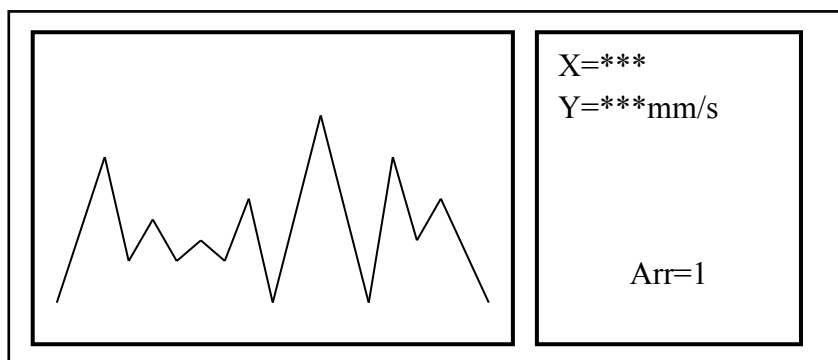

图 4-45
(3) 按执行键，屏幕显示本次采样的时域波形。图 4-45。
(1) 在信号分析菜单下，移动光标至<显示波形>，按|回车|键，屏幕显示已采样的波形。见图 4-45。如果要观察新波形，则应选择“采样”。
(2) 按|执行|键，屏幕返回信号分析菜单。
X、Y、Arr：意义和操作方法与图 4-45 相同；
其中, Arr: 意义和用法与图 4-45 相同;